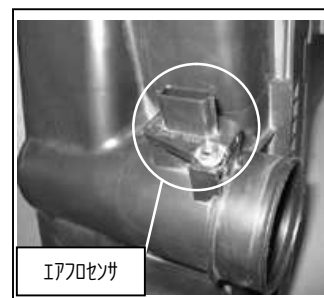

図 4
- ⑤クリーナーBOX からエアフロセンサを取り外します。図4 参照